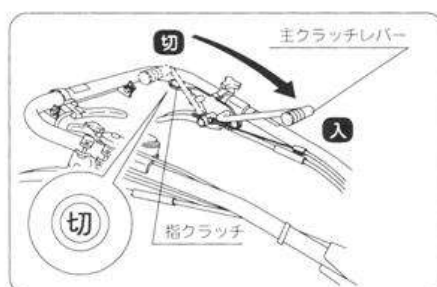

図18
- ② 主クラッチレバーを前方に倒すと発進します。主クラッチレバーはゆっくりと操作してください。（図18）